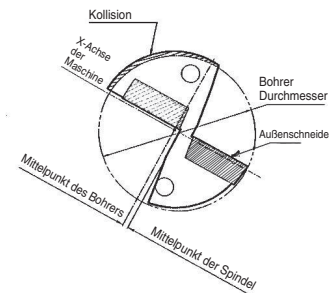

Abb. 4 Übermäßiger Offset (für kleinere Bohrungsdurchmesser)
- Stellen Sie den Bohrer mit der äußeren Wendeschneidplatte parallel zur x-Achse des Werkzeugrevolvers ein. (Abb. 4)
Stellen Sie sicher, dass Sie den Bohrungsdurchmesser nicht kleiner einstellen als den Bohrerdurchmesser (Abweichung 0.2 mm oder mehr). Ansonsten verschleißt sich der Bohrer mit der Bohrung. (Abb. 4)